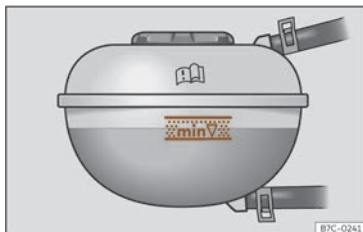

Fig. 199 În compartimentul motor: marcajul de pe vasul de expansiune al lichidului de răcire.
• După răcirea motorului, verificați nivelul lichidului de răcire utilizând marcajul lateral de pe vasul de expansiune >>> **fig. 199**. Nivelul lichidului de răcire trebuie să fie între marcaje.
>>> **fig. 199. Nu depășiți niciodată nivelul superior al zonei marcate** >>> ▲.
- Atunci când completați cu lichid de răcire, nu umpleți peste marginea superioară a zonei marcate >>> **fig. 199**. În caz contrar, când temperatura crește, lichidul în exces va fi evacuat din sistemul de răcire al motorului și poate provoca daune.